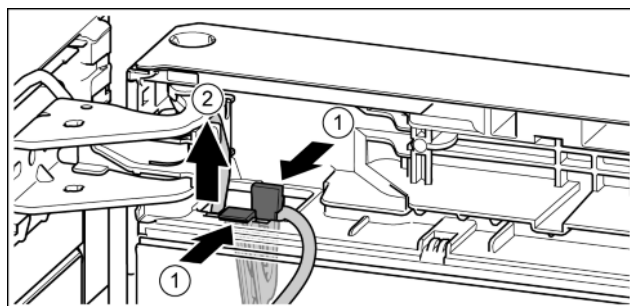

Fig. 21
- Нажать на соединительную накладку. Fig. 21 (1)
- Вынуть держатель кабеля с закрепленным на нем кабелем. Fig. 21 (2)